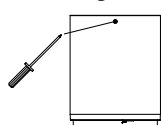

Figure 2
STEP 2: Fix the mounting plate to the junction box with the screwdriver. See Figure 2.
ÉTAPE 2: Fixez la plaque de fixation au boîtier de dérivation à l'aide du tournevis. Voir la Figure 2.